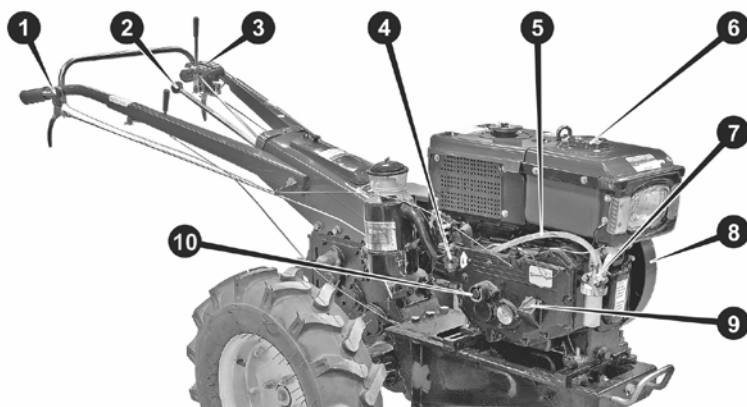

Рисунок 36. – Пробний запуск
3. Встановити важіль зчеплення (3) у положення «ВИМК». Важіль перемикавання передач (2) встановити у нейтральне положення.
4. Перевірити, щоб гайка-баранчик (4) не була затиснута. Встановити важіль ручного газу (1) на максимум (вгору). Відкрити паливний кран (7), переконавшись у відсутності підтікання палива.
5. Дістати з інструментального ящика пускову рукоятку (11) і вставити у спеціальне гніздо (10) на кришці картера двигуна. Рукоятка повинна виступати храповика зафіксуватися на пусковому валу.
6. Щоб створити потрібний тиск палива на форсунці, треба повернути лівою рукою важіль декомпресора (12) у крайнє положення, до упору, а правою плавно обертати рукоятку (11) за годинникову стрілку – зробити кілька обертів.
7. Утримуючи декомпресор (12) у повернутому положенні, з прискоренням розкручувати маховик (8), максимально збільшуючи оберти. Коли через 5-7 обертів рукоятки швидкість обертання маховика стане максимальною, зробити посилений ривок рукоятки і одночасно відпустити декомпресор.
8. Відразу як тільки двигун заведеться, повернути рукоятку (11) до інструментального ящика.
9. Через 5-10 секунд після запуску двигуна встановити важіль ручного газу (1) на середні оберти. Для контролю працездатності двигуна достатньо дати йому попрацювати 1-2 хвилини.
11. Щоб заглушити двигун, встановіть важіль ручного газу (1) в мінімальне положення, після цього необхідно відразу закрити паливний кран (7) (див. рис. 36.)